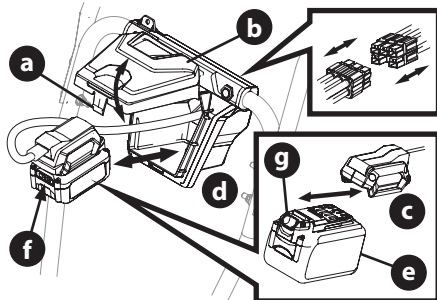

Figure 53
1. Instalación del paquete de baterías (Figure 53):
NOTA: Si es necesario, el adaptador de la batería se puede desconectar del arnés de cableado de arranque de la batería (Insertar, Figure 53).
2. Extracción del paquete de baterías (Figure 53):